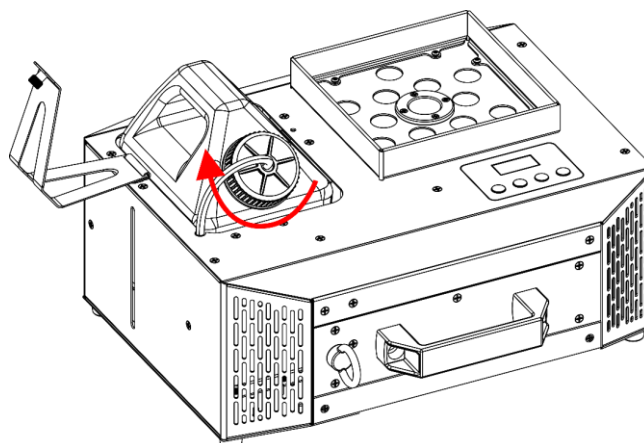

Abb. 45
- 10) Schrauben Sie den Deckel wieder auf den Flüssigkeitstank, wie in Abb. 45 gezeigt.